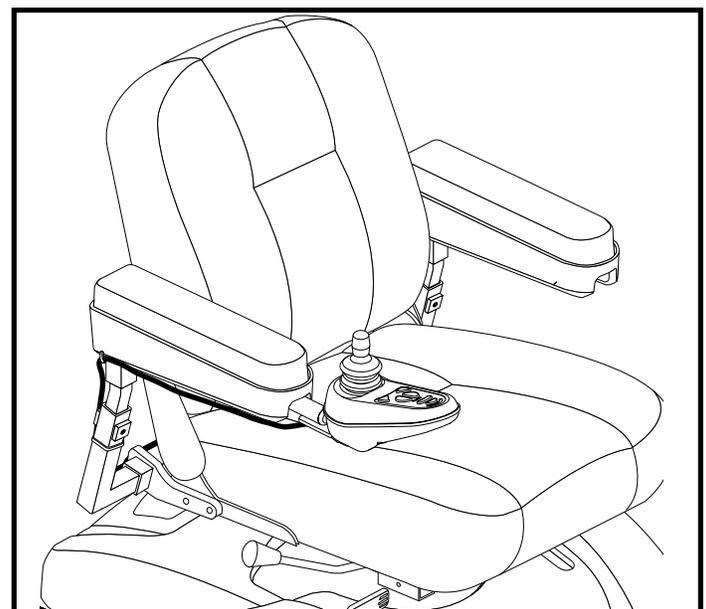

Figure 11. Route du câble du contrôleur
3. Installez le contrôleur et passez le câble vers l'arrière de base motorisée.Voir le figure 11.